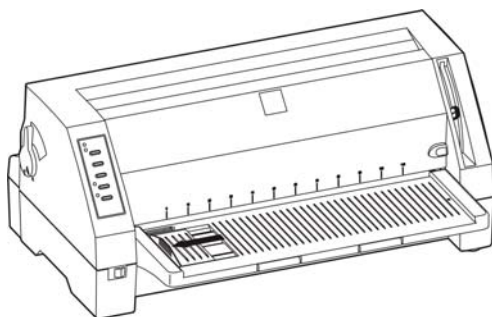

图 3-8 移动导纸器至最左边
3. 将托纸板上的导纸器移至最左边，以免阻碍连续纸出纸（如图 3-8 所示）。